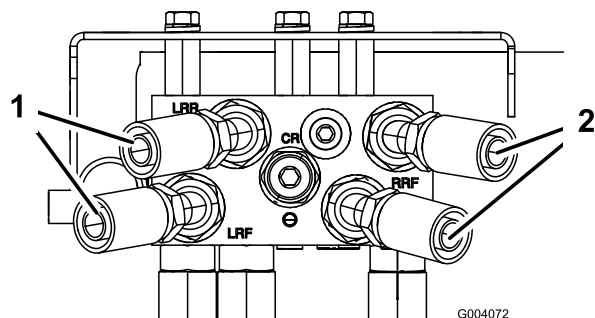

Figura 6
1. Avvitare senza stringere l'estremità del raccordo a 45° di ciascun flessibile idraulico sui raccordi diritti nella parte posteriore del collettore (Figura 6).